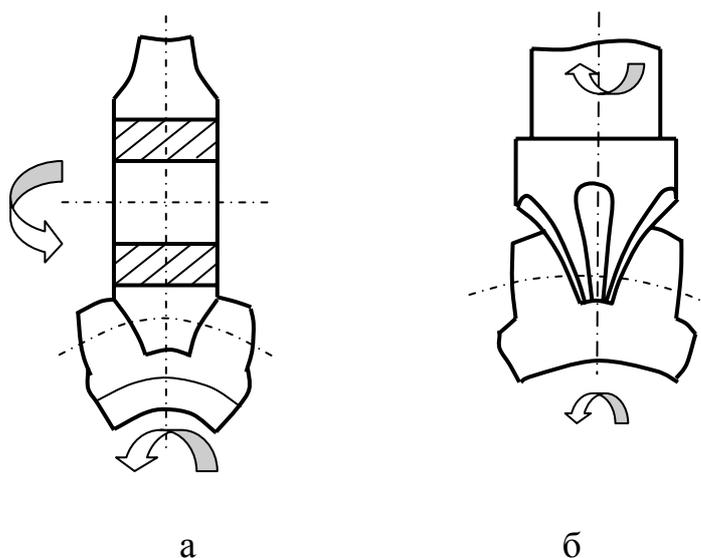

Рис. 79. Схема нарезания зубчатых колёс модульными фрезами:
*Метод копирования.* При нарезании зубчатых колёс этим методом удаление материала резанием из впадины между зубьями колеса производится инструментом, имеющим профиль, который соответствует форме этой впадины. По методу копирования в мелкосерийном производстве работают дисковые (рис. 79, а), и пальцевые модульные фрезы (рис. 79, б), а в массовом производстве – зуборезные головки и протяжки.